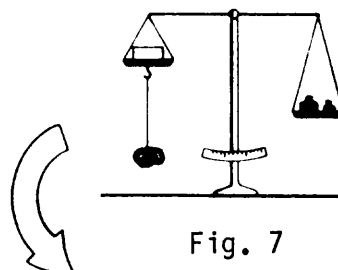

Fig. 7
- a) Se equilibra la balanza, colocando un recipiente vacío y una piedra colgada de un plato y pesas en el otro plato (fig. 7).